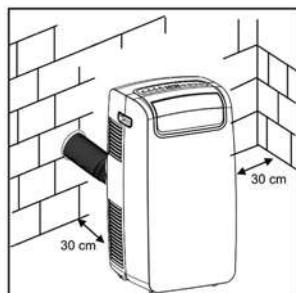

Fig. 6
Se necessário, o seu aparelho também pode ser instalado de forma semipermanente (Fig. 6)Proceda da seguinte forma:
- Insira outra extremidade do conjunto da mangueira no acessório anteriormente montado na parede, conforme ilustrado na (Fig. 6)